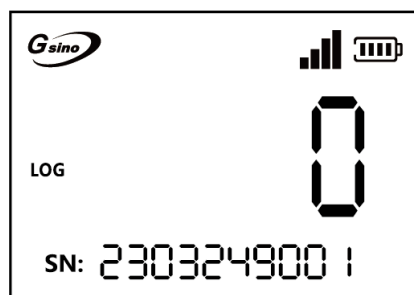

图 2-4-1：历史数据页面
1. 按功能键切换到历史数据页面（如图 2-4-1），查看累计的数据条数；